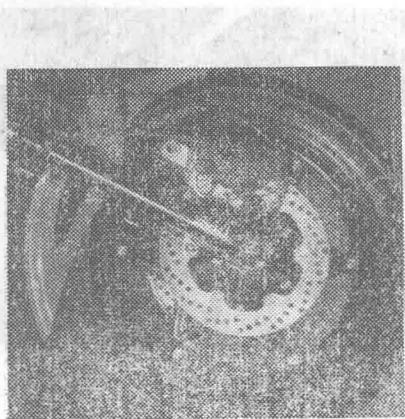

图37 本田
④ 制动器在提高制动性能、减轻重量等方面不断得到改进。另外还开发出防倾装置，致力于提高稳定性研究开发(图37)。